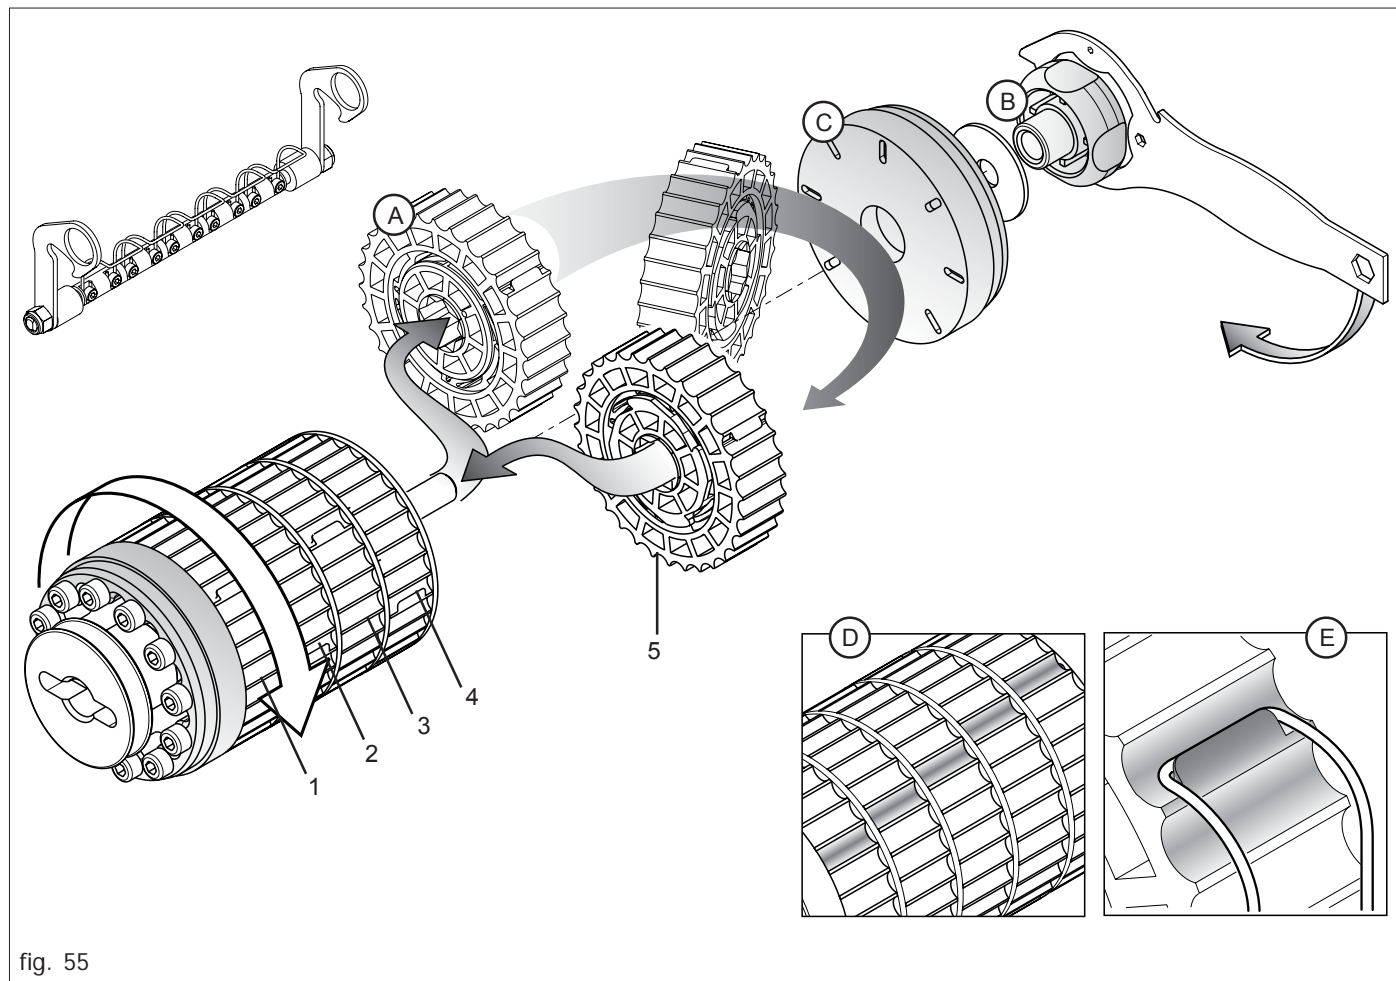

fig. 55
Vorausgesetzt, dass jedes Element (A, Abb. 55) 20% der gesamten Dosierrolle verteilt, können die arbeitenden Elemente reduziert werden, um die Drehgeschwindigkeit des Getriebes zu erhöhen und um dadurch eine gleichmäßigere Produktstreuung zu erhalten.
Nach dem Abbau der Dosierrolle von dem Gerät ist der Kugelgriff (B, Abb. 55) mit dem beigestellten Schraubenschlüssel abzuschrauben und dann ist die Feststellnutmutter (C) zu entfernen. Das auszuschließende Element oder die auszuschließenden Elemente abziehen und um 180° gedreht wieder anbringen, **wobei die korrekte Position der einzelnen Elemente einzuhalten ist** (1-2-3-4-5, Abb. 55).
Beim Anbringen der Elemente ist derart vorzugehen, dass die Kehlen der aktiven Elemente bei der Arbeit zueinander verschoben sind (D, Abb. 55), um eine kontinuierliche Streuung zu gewährleisten.
Das Reinigungselement in der Arbeitsposition festspannen und sicherstellen, dass die Federn an den entsprechenden, zuvor umgedrehten Elementen (E, Abb. 55) befestigt sind, um deren Drehung und folglich die Streuung zu verhindern.